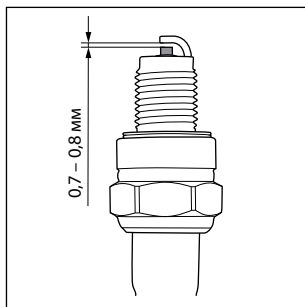

Рис. 14
6. Проверьте величину зазора между заземляющим и центральным электродами, используя специальный щуп. При необходимости установите зазор 0,7-0,8 мм (рис. 14).